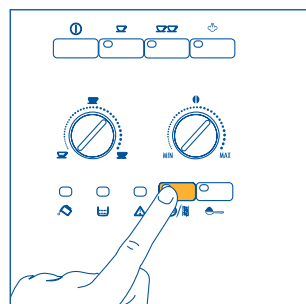

Fig. 14
1) Si, la machine à peine en marche, vous devez faire une tasse de café serré (moins de 60 cc) utilisez l'eau chaude du rinçage pour préchauffer les tasses (voir conseil § 4.3 point 5). Si, en revanche, il s'est écoulé plus de 2/3 minutes depuis le dernier café fait, vous devrez préchauffer l'infuseur avant de faire un autre café, en appuyant sur la touche  (fig. 14). Laissez couler l'eau dans l'égouttoir